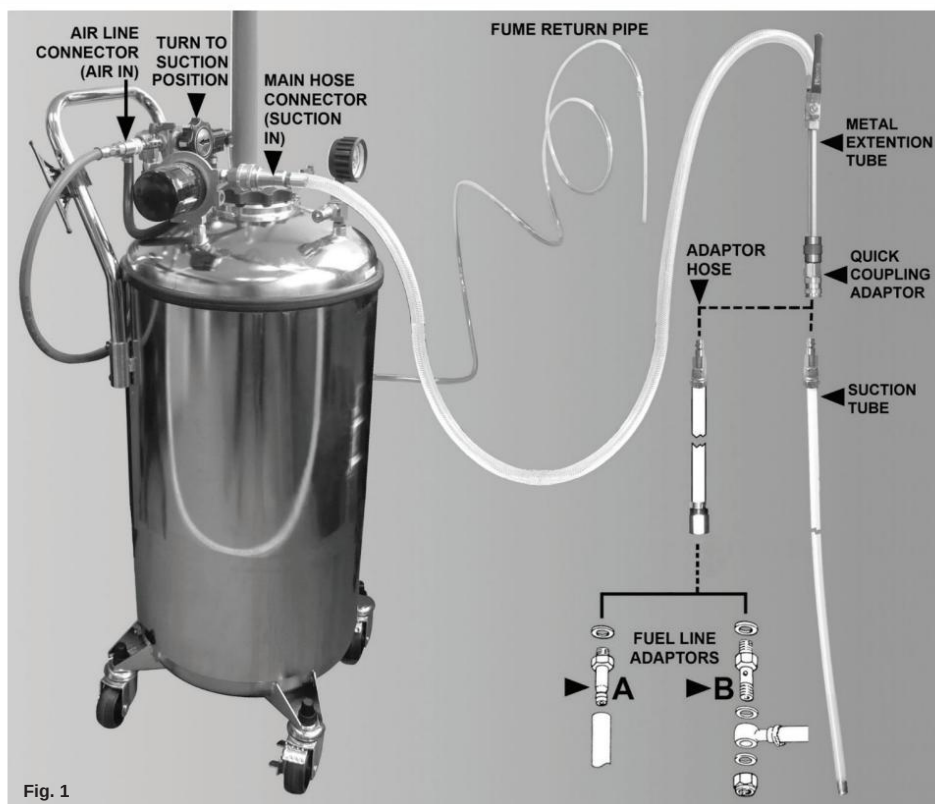

Fig. 1
3. Anslut **snabbkopplingsadaptern** till metallförlängningen rör **huvudslangen**. (se fig. 1)
4. Koppla in adapterslangens **hankoppling** i **snabbkopplingen kopplingsadaptern**. (se fig. 1)
5. Skruva fast **bränsleledningsadaptern** och brickan i änden av adapterslangen. (se fig.1)
6. Koppla loss förgasarens bränsleinloppsrör och tryck in det på **bränsleledningsadaptern**. (se fig.1)
6. Koppla loss fordonets bränsleinloppsrör som kommer från tanken och skjut på "banjo"-kopplingen på bränsleledningsadaptern. (se fig.1)